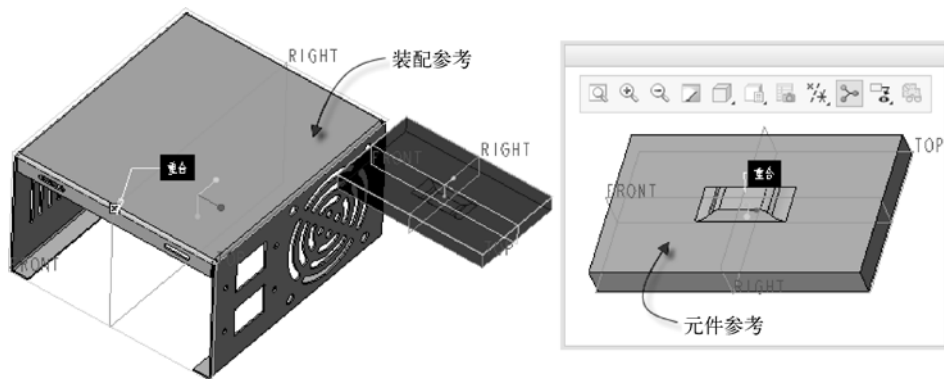

图 6-99 为“重合”约束选择元件参考和装配参考
(3) 在功能区的“凸模”选项卡中单击  (手动放置) 按钮和  (从属复制) 按钮。
(4) 打开“放置”面板, 从“约束类型”下拉列表框中选择“重合”选项, 分别选择元件参考和装配参考, 如图 6-99 所示。